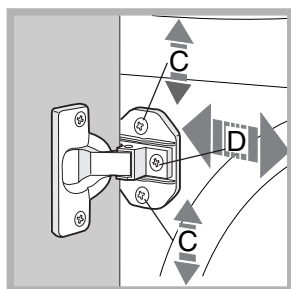

Fig. 7
- Per regolare la posizione del pannello in legno in senso verticale ed orizzontale, agire sulle viti **C** e **D** come indicato in *fig. 7*.